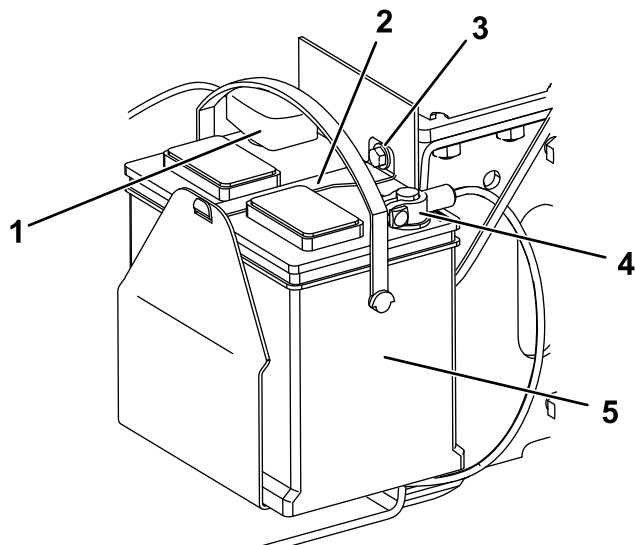

Figura 38
1. Bullone (3)
5. Rimuovete il bullone, la rondella e la barra che fissano la batteria (Figura 38).
6. Staccate il cavo negativo (nero) di terra dal polo della batteria (Figura 38). Conservate i dispositivi di fissaggio.
8. Staccate il cavo positivo (rosso) dal polo della batteria (Figura 38). Conservate i dispositivi di fissaggio.
1. Utilizzate i fermi rimossi in precedenza per montare il cavo positivo (rosso) sul morsetto positivo (+) della batteria (Figura 38).
3. Utilizzate i fermi rimossi in precedenza per montare il cavo negativo (nero) sul morsetto negativo (-) della batteria (Figura 38).
4. Fissate la batteria con la barra, il bullone e la rondella (Figura 38).